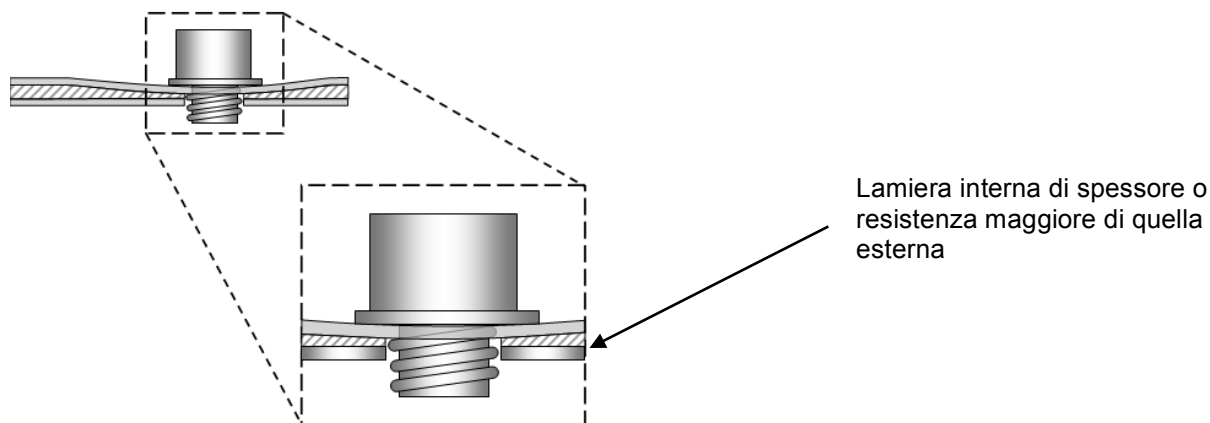
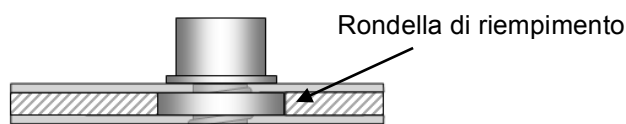
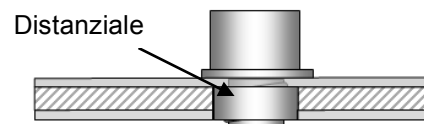

Fig. 12
Fig.13
Fig.14
Inoltre se in corrispondenza dei fori c'è una doppia lamiera interna con eccessivo interstizio, al fine di evitare la pericolosa deformazione della lamiera che si manifesta con il ritiro della lamiera esterna del portellone e la conseguente visibile ammaccatura (fig.12), nel caso in cui non sia possibile un'altra posizione del lucchetto (dove non ci sono appunto doppie lamiere) e nel caso in cui non si possa distanziare la lamiera interna piegandola, si consiglia per il fissaggio dei perni di utilizzare una delle due soluzioni sotto rappresentate: (A) rondella di spessoramento (non in dotazione) applicata dall'interno e posizionata tra le due lamiere (fig.13) o (B) distanziale (non in dotazione) applicato esternamente in una lamatura praticata nella lamiera. La lamatura deve essere di un diametro che non ecceda l'ingombro massimo della corazza, affinché la stessa possa nascondere il foro lamato (fig.14).